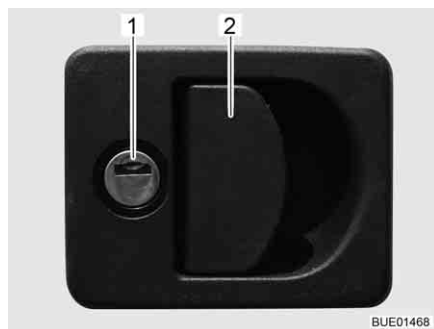

Bild 37 Lucklås med greppkåpa
- Stick in nyckeln i låscylindern (Bild 37,1) och vrid ett kvarts varv. Lucklåset är upplåst.
- Drag i låshandtaget (Bild 37,2). Den utvändiga luckan är öppen.